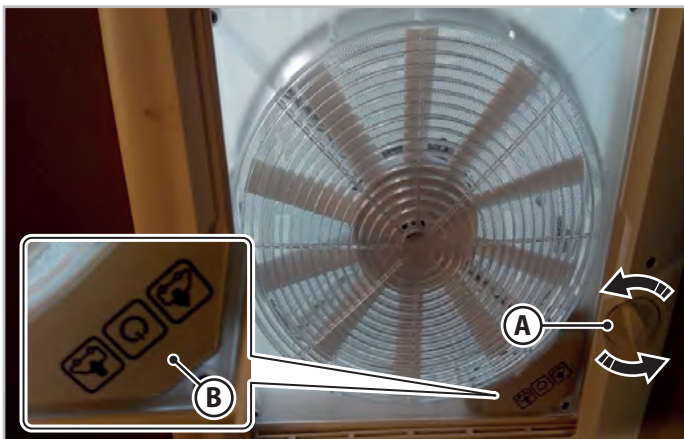

Fig.6.5 - Køje med åbningshåndhjul
Ved at dreje åbningshåndhjulet (A - Fig.6.5) i begge rotationsretninger hæves køøjet (til åbning) eller sænkes (til lukning). Du kan justere åbningen af køøjet til enhver mellemposition.
For at bruge ventilations- og sugefunktionen skal du åbne køøjet med håndhjulet (A - Fig.6.5) og vælge ventilationsfunktionen med luftindtag (IN) eller sugning (OUT) ved hjælp af tastaturet (B - Fig.6.5).